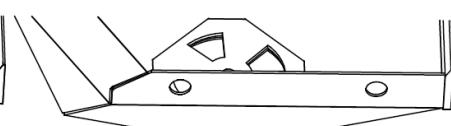

Рис. 3 – положение створок пескоразбрасывателя
- Откройте створки снизу бункера и зафиксируйте их в нужном положении. Пескоразбрасыватель имеет 5 положений нижних створок (Рис. 3)